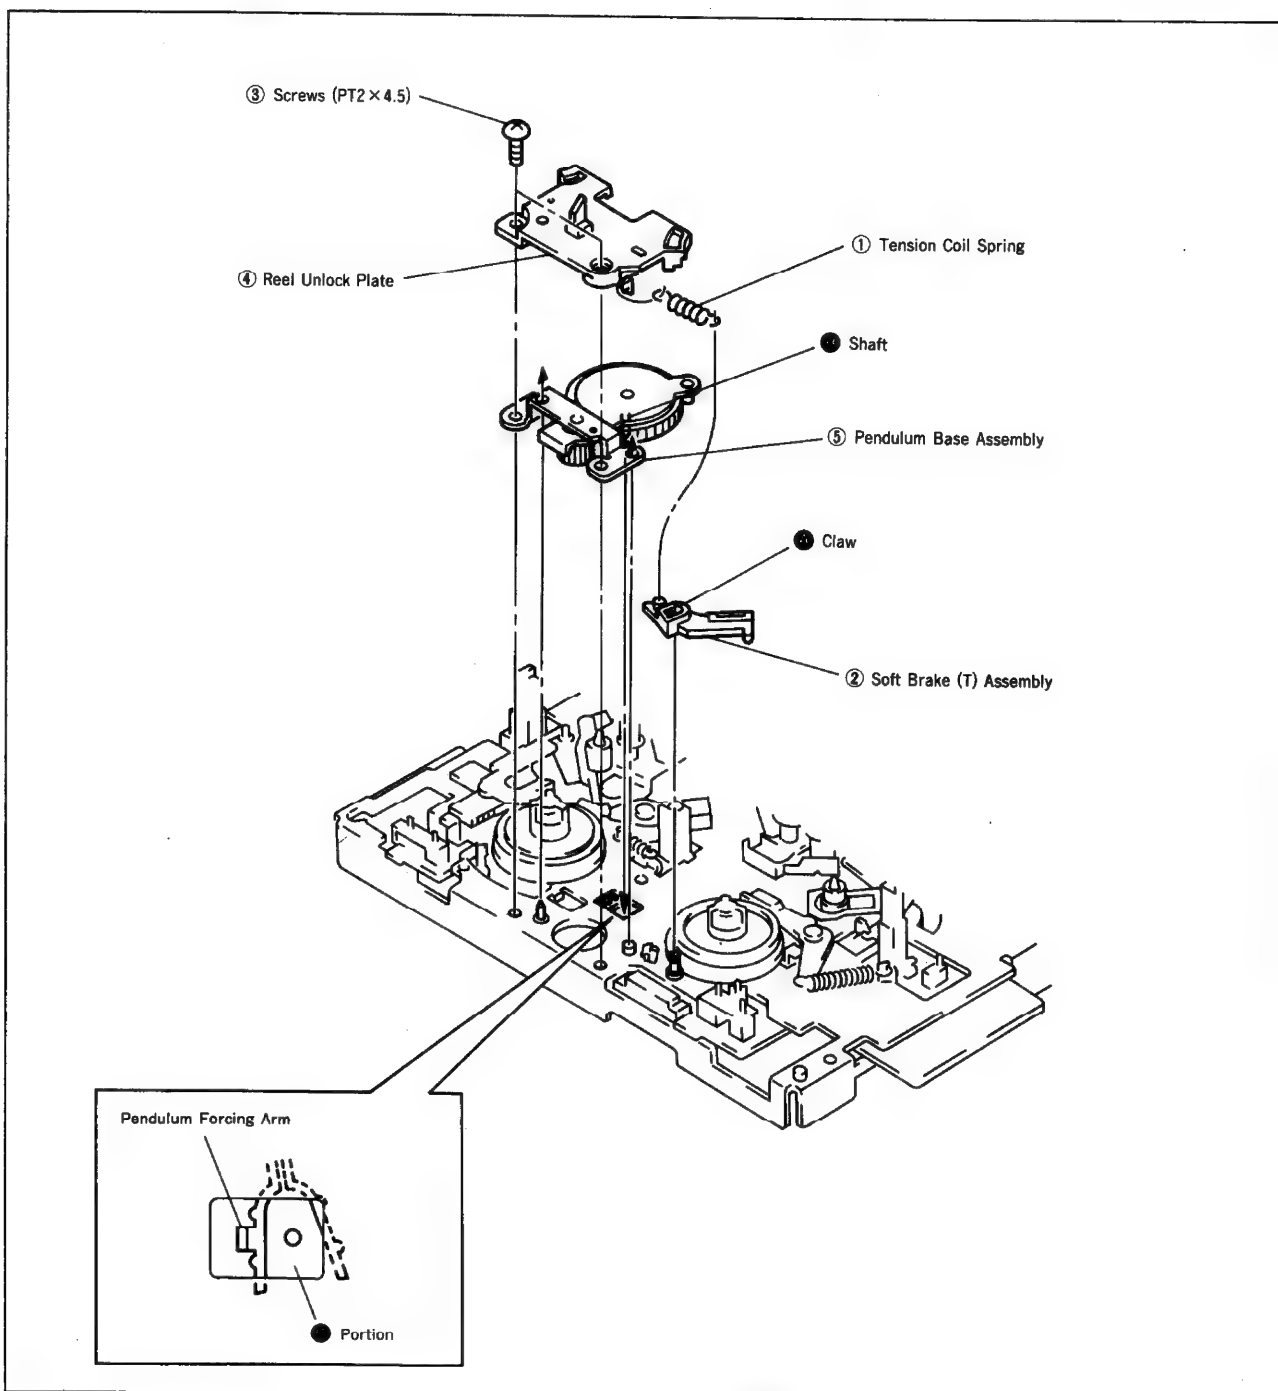

Fig. 10
#### 4-4. PENDULUM BASE ASSEMBLY AND SOFT BRAKE ASSEMBLY (T) (Fig. 10)